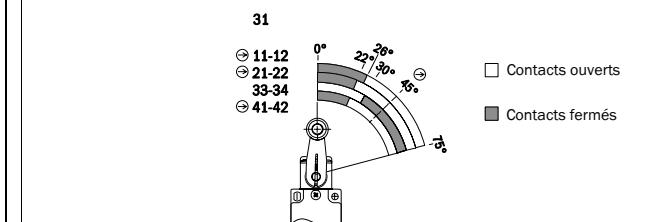

Fig. 4: Diagramme de course mécanique
- Pour le brochage, cf. Fig. 4.
- Monter la came de commande de façon que l'actionneur pivote d'au moins 45° (ouverture de contact prescrite, cf. Fig. 4).